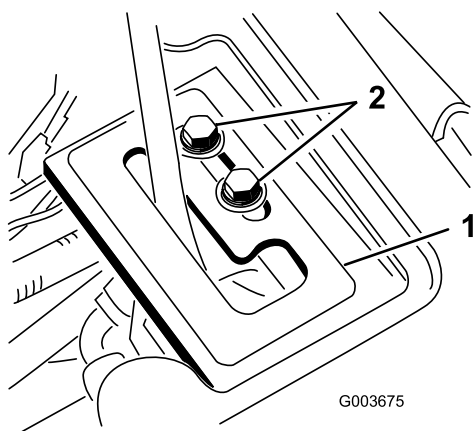

図 17
1. レバー・ガイド・プレートを、昇降レバーの上からかぶせるようにして位置決めをし、フランジ・ヘッド・ネジ2本とワッシャで仮止めする（図 17）。
6. エンジンが回転している状態で、昇降レバーをフロート位置にセットする；この状態で、昇降シリンダを手で延ばしたり縮めたりできるようにレバー・ガイド・プレートの位置決めを行う（図 17）。
7. 調整ができれば、レバー・ガイド・プレート固定用のネジ2本を締めてプレートを固定する（図 17）。